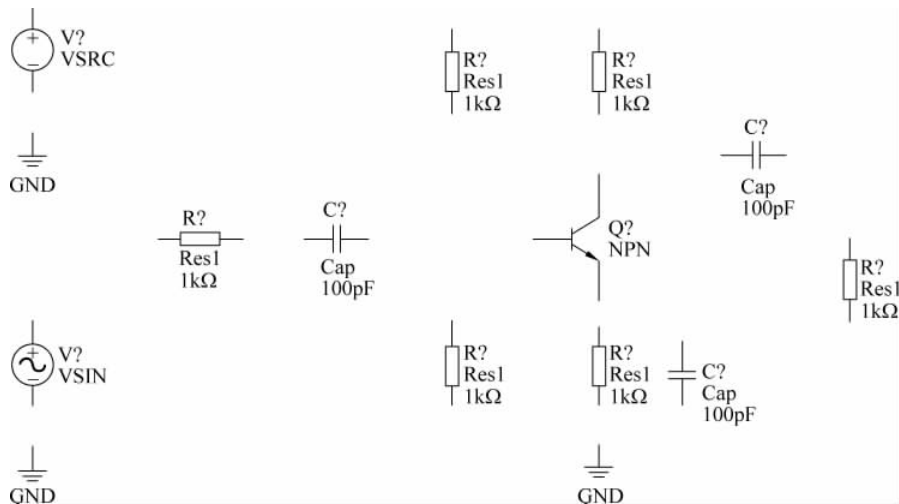

图 3-49 放置元器件和信号源
(1) 从 Miscellaneous Devices.IntLib 库中分别找到名字为 Res1 的电阻元件、名字为 Cap 的电容器件、名字为 NPN 的晶体管(必须选择 Model Type 为 Simulation 的元件),并将其按照如图 3-49 所示的位置进行放置。
(2) 从 Simulation Sources.IntLib 库中找到名字为 VSRC 和 VSIN 的元件,并按照如图 3-49 所示的位置进行放置。
(3) 单击 AD 主界面下工具栏内的  按钮,将 GND 按照如图 3-49 所示的位置进行放置。